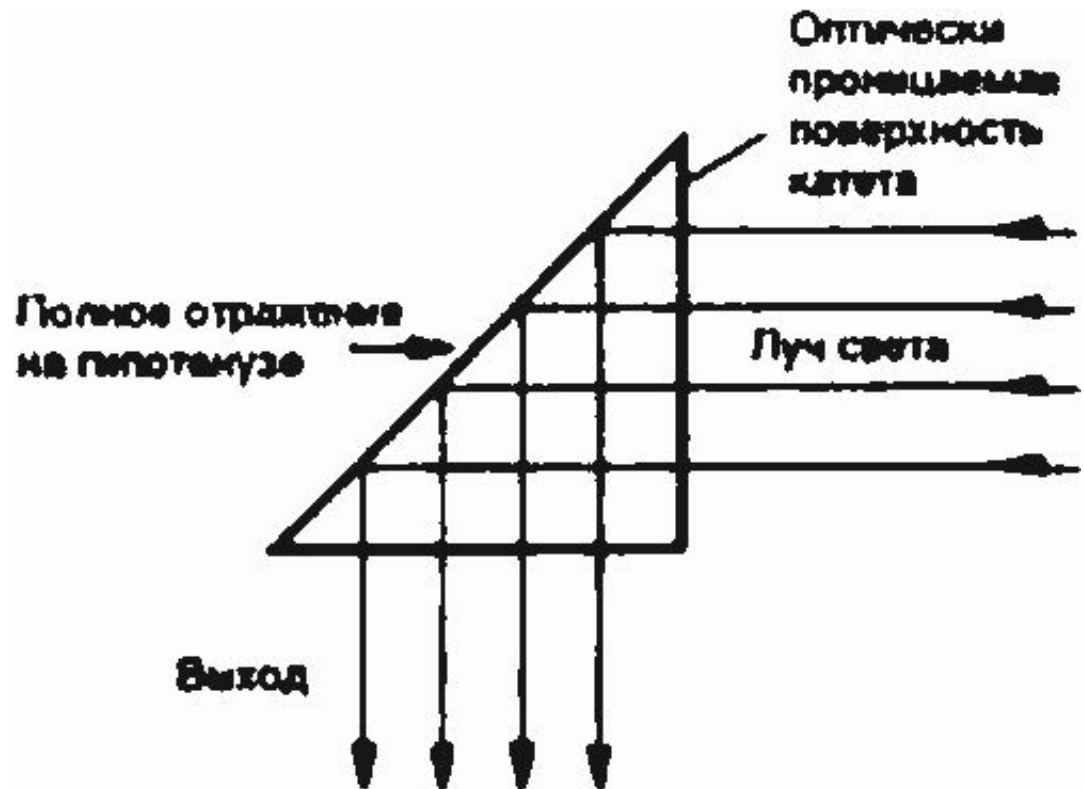

Рис. 5 Прямоугольная призма
- Линейно поляризованное излучение с  $\lambda=780$  нм для (CD) или  $=635/650$  для (DVD), преобразованное в параллельный пучок, подается на специальную призму. Так как направление поляризации пучка перпендикулярно к плоскости чертежа, пучок отражается от имеющегося в призме **поляризационного слоя** и отклоняется направо.
- Простейший вид такой призмы - это прямоугольная призма, показанная на **Рис.5**.
Действие поляризационной призмы основано на **законе Брюстера** (при отражении под определенным углом, при котором отраженный луч полностью линейно поляризуется, отраженный и преломленный лучи образуют прямой угол (**Рис.5**)).